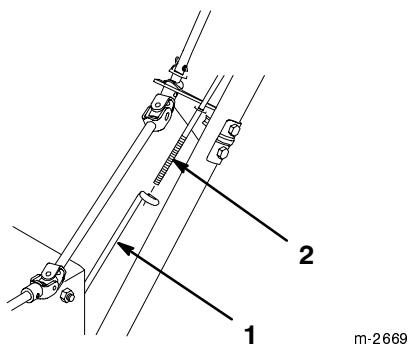

Figure 3
3. Tenez le mancheron gauche en position de montage et insérez la tige de traction dans la boucle de la tige de traction inférieure (Fig. 3).